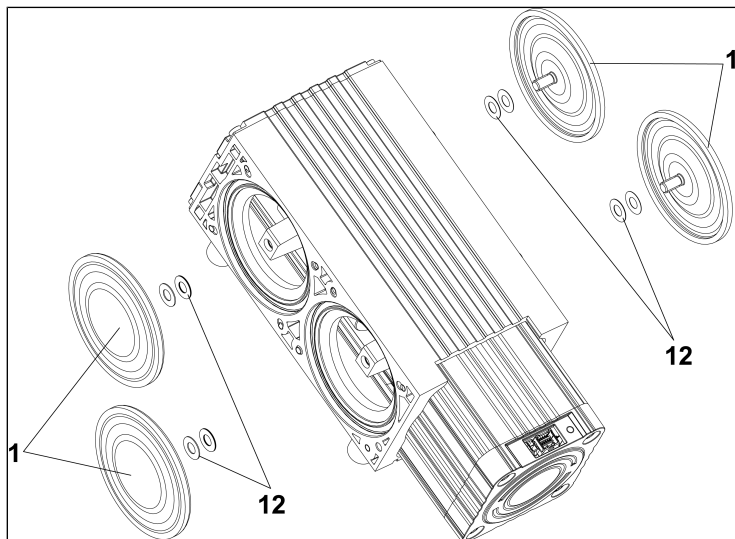

Abb.15: Membranwechsel
1. Drehen Sie die zwei Membranen (**1/Abb. 15**) mit den Händen entgegen dem Uhrzeigersinn heraus.
**i** Vorsicht, dass die zwischen Membrane und Pleuel vorhandenen Passscheiben (**12/Abb. 15**) nicht in das Pumpengehäuse fallen. Dass die Passscheiben (**12/Abb. 15**) in gleicher Anzahl wie zuvor montiert werden, ist Voraussetzung, um die pneumatische Leistung der Pumpe sicherzustellen.
2. Schrauben Sie die neuen Membranen (1/Abb. 15) von Hand in die Gewinde der Pleuel ein und ziehen Sie diese handfest an.
3. Bringen Sie die Membranen (1/Abb. 15) in Mittelstellung.